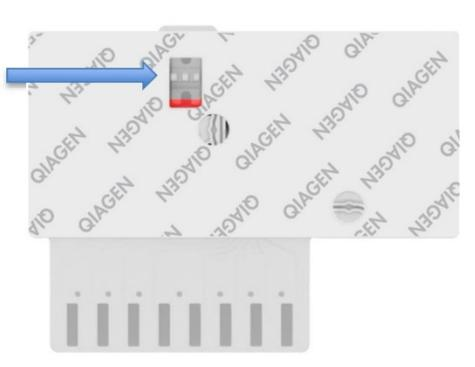

Figura 43. Ventana de inspección de muestras (flecha azul).
8. Revise la ventana de inspección de muestras del QIAstat-Dx Respiratory SARS-CoV-2 Panel Cartridge para confirmar visualmente que la muestra se ha cargado (figura 43).